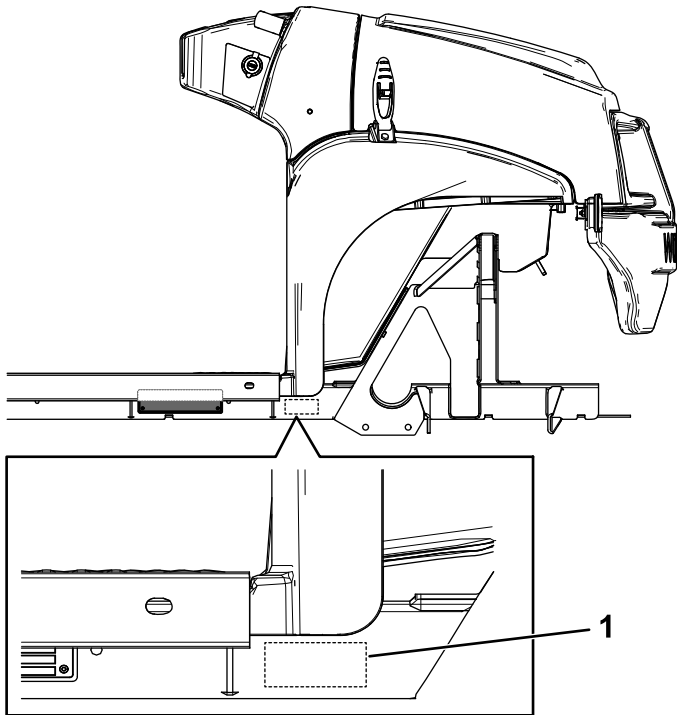

Figura 7
2. Estampar el número de serie de la máquina en la posición indicada en Figura 7.